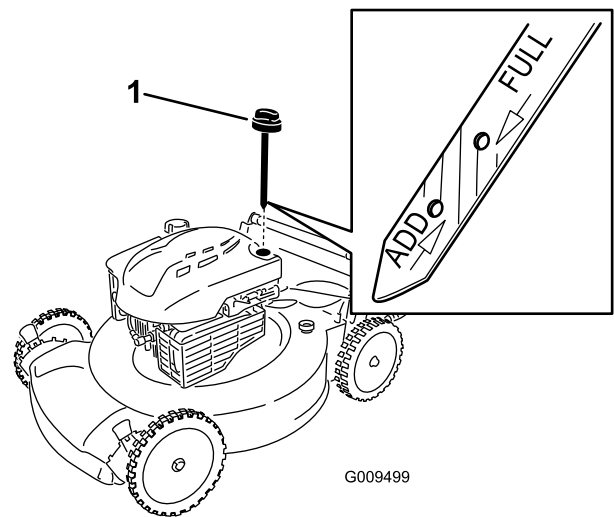

Figura 24
6. Retire vareta no tubo de enchimento de óleo (Figura 24)